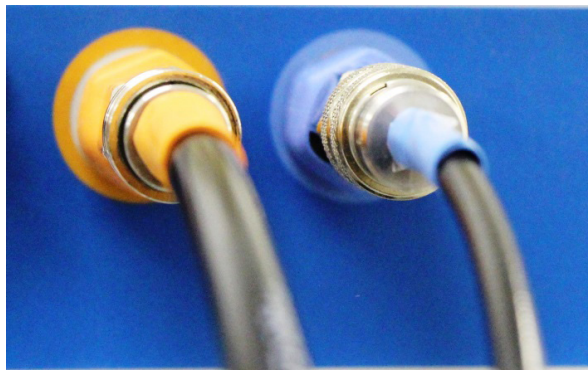

Abbildung 13: Farbkodierte pneumatische Stecker
3. Stecken Sie die pneumatischen Stecker wie unten in Abbildung 13 dargestellt ein. Der Gleitring muss manuell auf den orangefarbenen Stecker geschoben werden.